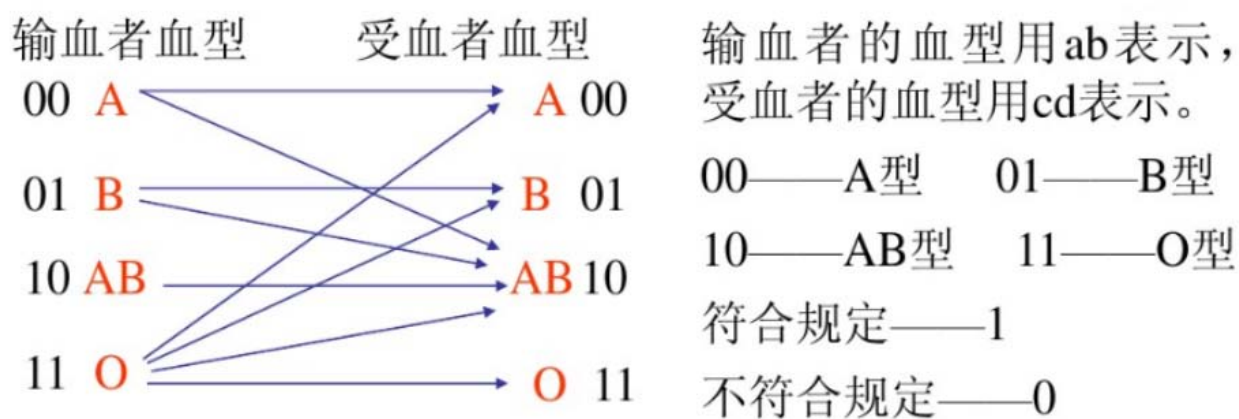

图 1-11：血型匹配规则
- 人类有四种基本血型 A、B、AB、O 型，输血者和受血者的血型必须符合一定的原则（如图 1-11），尝试设计一个检验输血者与受血者血型是否符合的电路。